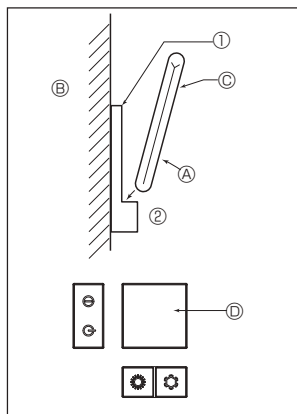

Fig. 7-9
2) Метод установки (Fig. 7-9)
① Прикрепите держатель пульта дистанционного управления в нужном месте с помощью 2 самонарезающих винтов.
② Установите нижний конец пульта дистанционного управления в держатель.